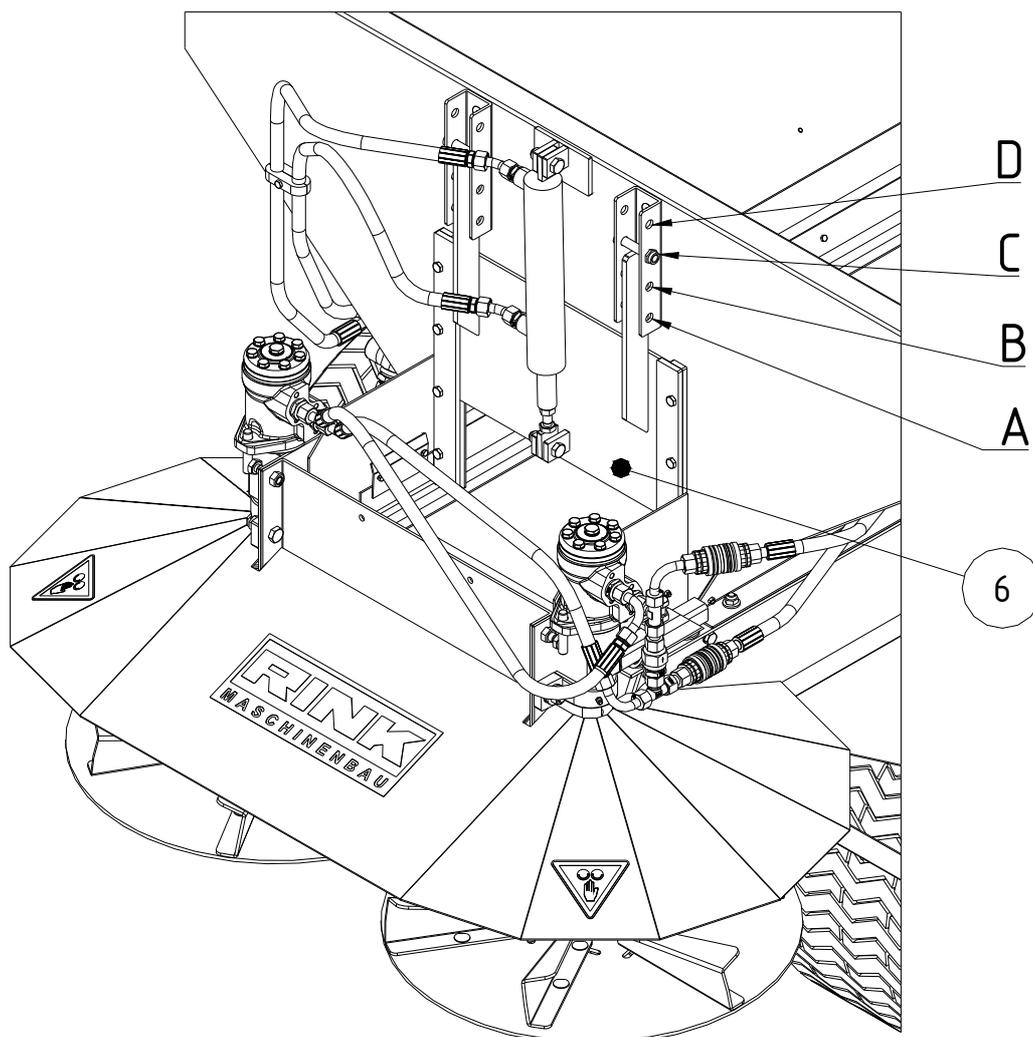
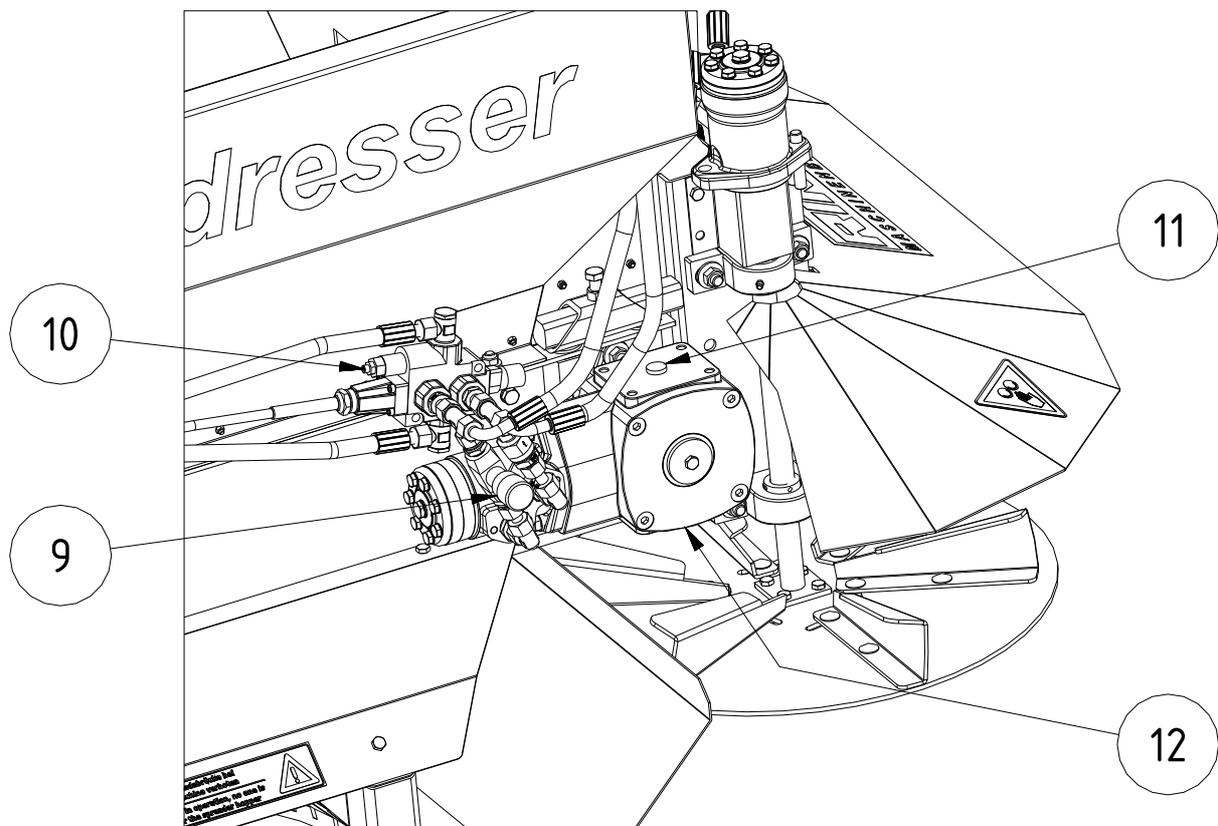

Abb. 2: Bedienungselemente
Abb. 6: Transportgetriebe
- (1) Regler zur Geschwindigkeitseinstellung des Transportbandes
- (2) Regler zur Geschwindigkeitseinstellung der Streuteller
- (3) Rücklaufleitung
- (4) Druckleitung
- (5) Ventilbetätigung für Transportband und Schieber
- (6) Schieber (siehe Seite 10 – Abb. 2)
- Einstellen der Öffnung A-D des automatischen Schiebers (6) (siehe Seite 10 - Abb.2)
- Überdruckventil (10) kann am Innensechskant genau eingestellt werden (Abb. 6).
- Drosselventil (9) (Abb. 6) zur Regulierung des Schiebers (6) (s. Seite 10 – Abb. 2).